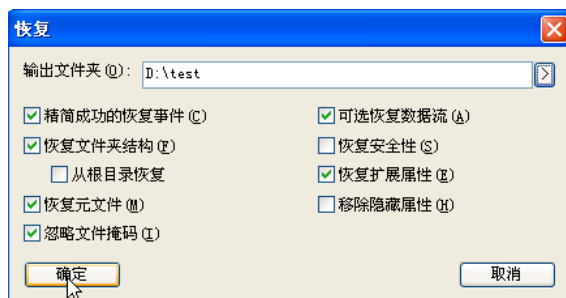

图 5-68 选择恢复对话框
(16) 我们选择一个建立好的文件夹，这个文件夹的名字是自己建立的。选择恢复文件夹后的属性对话框如图 5-68 所示。